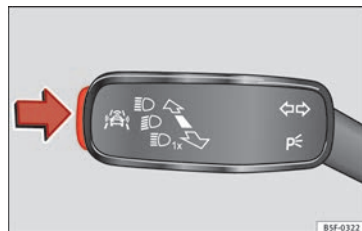

Fig. 89 En la palanca de intermitentes y de luz de carretera: tecla para los sistemas de asistencia al conductor.
- Pulse brevemente la tecla » **fig. 89** en la dirección de la flecha para abrir el menú **Asistentes**.